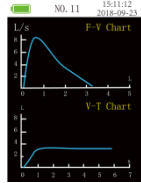

Figure 5 Graphique débit-volume et graphique volume-temps
c. « Flow rate-volume chart » (Graphique Débit-Volume) et « Volume-time chart » (Graphique Volume-Temps) illustrés dans la Figure 5 s'afficheront après avoir appuyé sur la touche HAUT ou BAS dans l'interface « Main parameters » (Principaux paramètres). La Figure 4 et la Figure 5 représentent l'interface principale.